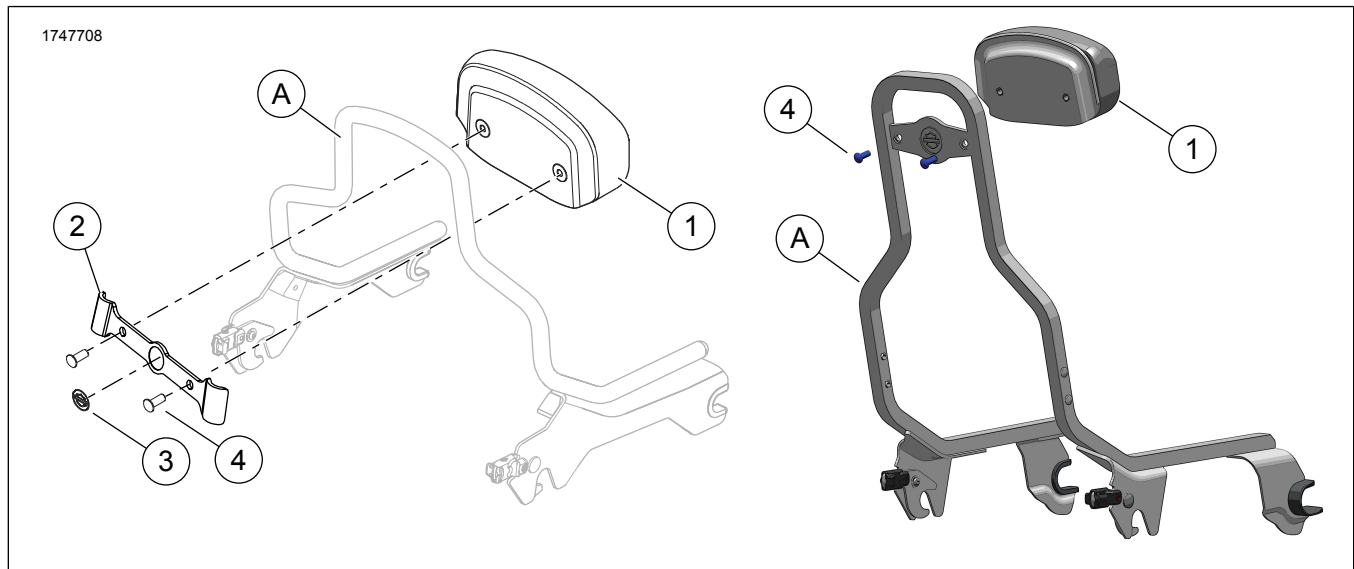

Abbildung 1. Inhalt des Satzes: Rückenlehnenpolstersatz – Kompakt
1. Siehe Abbildung 1. Rückenlehnenpolster (1) so positionieren, dass die untere Kante an der Oberseite des Original -Soziusbügel (A) ausgerichtet ist.
- Die Seiten der Halterung (3) sind nicht symmetrisch. Sie ist oben schmaler als unten.
- Vor dem Einbauen der Halterung (2) mit einer 1:1-Mischung aus Isopropylalkohol und Wasser die Oberfläche des Original -Soziusbügels (A) gründlich reinigen. Vollständig trocknen lassen. Bei Umgebungstemperatur anbringen 10–32 °C (50–90 °F)
2. Die Schutzfolie von der linken und rechten Seite der Halterung (3) abziehen.
3. Siehe Abbildung 1. Die Montagehalterung so am Polster ansetzen, dass sich der Original -Soziusbügel (A) zwischen Polster (1) und Halterung (2) befindet.
4. Die Halterung (2) positionieren und fest auf den Original -Soziusbügel (A) drücken.
5. Die Schrauben (4) einsetzen. Festziehen.
1. Siehe Abbildung 1. Vor dem Einbauen der Halterung (2) mit einer 1:1-Mischung aus Isopropylalkohol und Wasser die Oberfläche des Original -Soziusbügels (A) gründlich reinigen. Vollständig trocknen lassen. Bei Umgebungstemperatur anbringen
1. Siehe Abbildung 1. Bei Bedarf die Regenschutzfolie über den Schraubenlöchern im Rückenlehnenpolster (1) vorsichtig wegschneiden, damit die Folie nicht vom Gewinde mitgezogen und beschädigt wird.
2. Rückenlehnenpolster (1) so positionieren, dass die untere Kante an der Oberseite des Original -Soziusbügel (A) ausgerichtet ist.
- Siehe Abbildung 1. Vor dem Einbauen der Halterung (2) mit einer 1:1-Mischung aus Isopropylalkohol und Wasser die Oberfläche des Original -Soziusbügels (A) gründlich reinigen. Vollständig trocknen lassen. Bei Umgebungstemperatur anbringen 10–32 °C (50–90 °F)
4. Siehe Abbildung 1. Die Montagehalterung (2) so am Polster (1) ansetzen, dass sich der Original -Soziusbügel (A) zwischen Polster und Halterung befindet.
5. Die Halterung (2) positionieren und fest auf den Original -Soziusbügel (A) drücken.
6. Siehe Abbildung 1. Die Schrauben (4) einsetzen. Festziehen.
1. Siehe Abbildung 1. Das Polster (1) auf die Halterung (2) ausrichten.
2. Die Schrauben (4) anbringen. Festziehen.